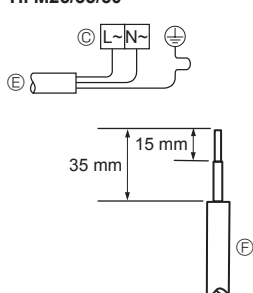
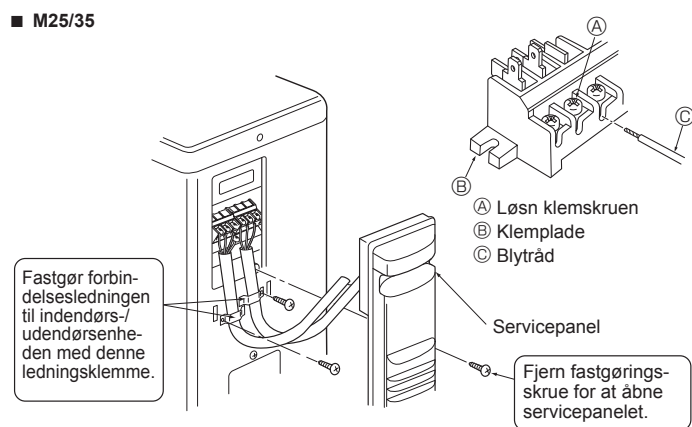
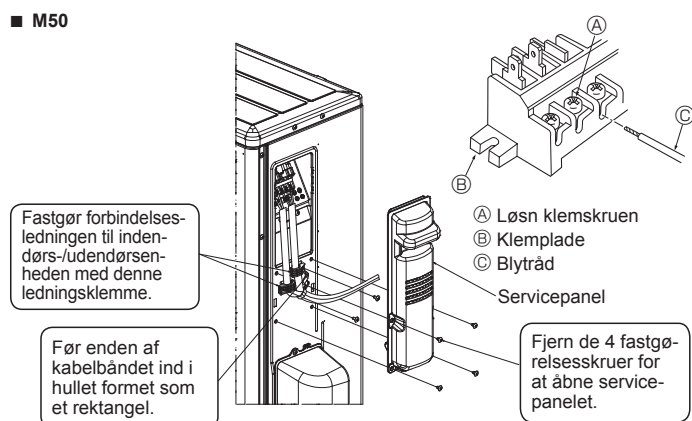
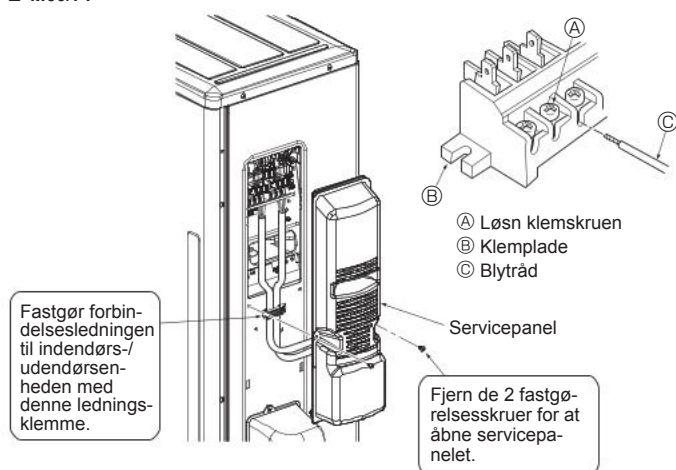

Fig. 6-2
Fig. 6-3
Fig. 6-4
Fig. 6-5
6.1. Udendørsenhed (Fig. 6-1, Fig. 6-2, Fig. 6-3, Fig. 6-4, Fig. 6-5)
- ① Fjern servicepanelet.
- ② Træk kablerne som vist i Fig. 6-1, Fig. 6-2, Fig. 6-3, Fig. 6-4 og Fig. 6-5.
- Ledningerne trækkes som vist nederst til venstre i diagrammet. (Kabel fremskaffes lokalt) (Fig. 6-2)